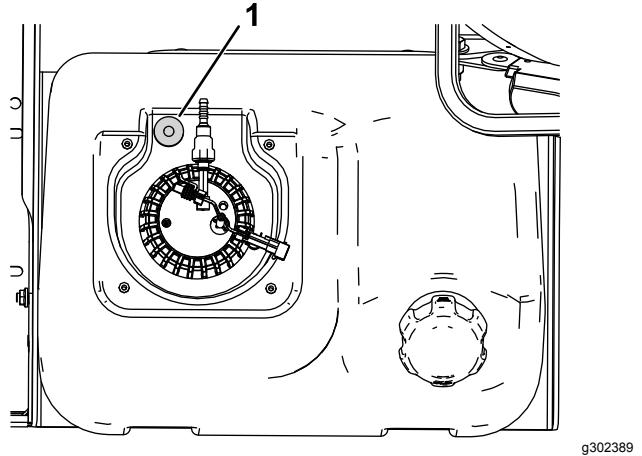

Figure 2
6. Sous le couvercle, placez la bague comme indiqué sur la Figure 2 et faites un repère au centre sur le réservoir de carburant.